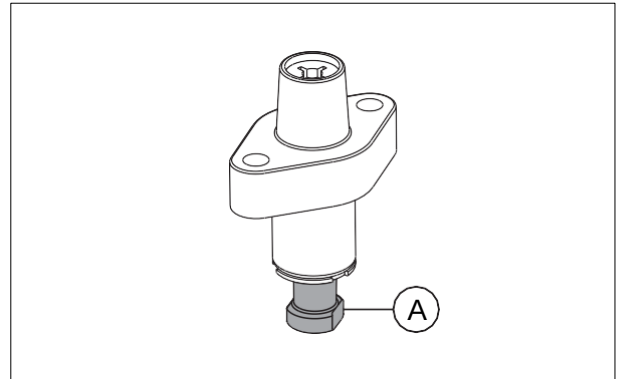

Fig. 3.81
Durante el montaje del tensor de la cadena, asegúrese que el empujador (A) está en buenas condiciones, si observa alguna anomalía réplacelo por uno nuevo. (Fig. 3.81)